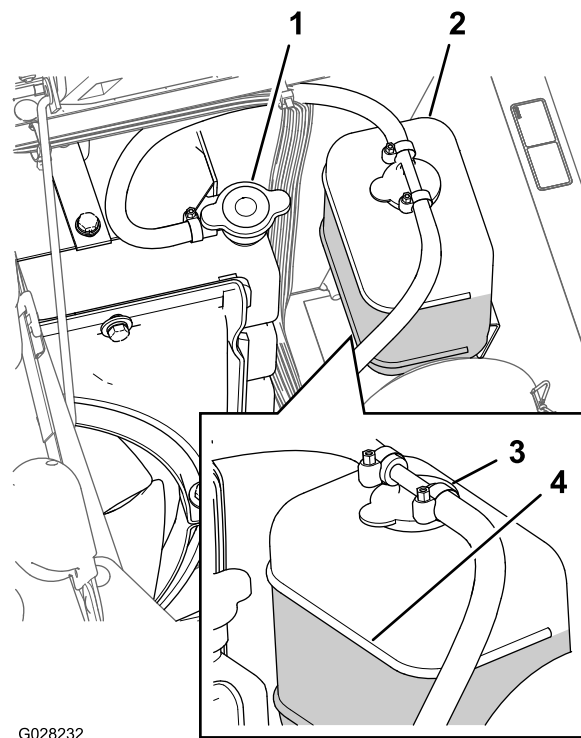

Figura 86
3. Rimuovete attentamente il tappo del radiatore e il tappo del vaso di espansione (Figura 86).
Nota: Il radiatore deve essere riempito fino all'orlo del collo del bocchettone e il vaso di espansione fino al segno di pieno (Full) (Figura 86).
5. Se il livello del radiatore è basso, rimuovete il tappo del vaso di espansione e il tappo del radiatore e riempite il vaso di espansione fino al segno di pieno e il radiatore fino alla parte superiore del collo del bocchettone (Figura 86).
6. Montate il tappo del radiatore e il tappo del vaso di espansione (Figura 86).
2. Attendete fino a quando il motore non si sarà raffreddato, poi rimuovete il tappo del radiatore (Figura 86).
6. Togliete il tappo del radiatore (Figura 86).
8. Avviate il motore con il tappo lento sul radiatore (Figura 86).
10. Una volta riscaldato il refrigerante, rabboccate il livello del refrigerante alla superficie di tenuta del tappo e serrate il tappo (Figura 86).
11. Aprite il tappo del vaso di espansione e riempite il vaso con refrigerante fino al livello Freddo (Figura 86).